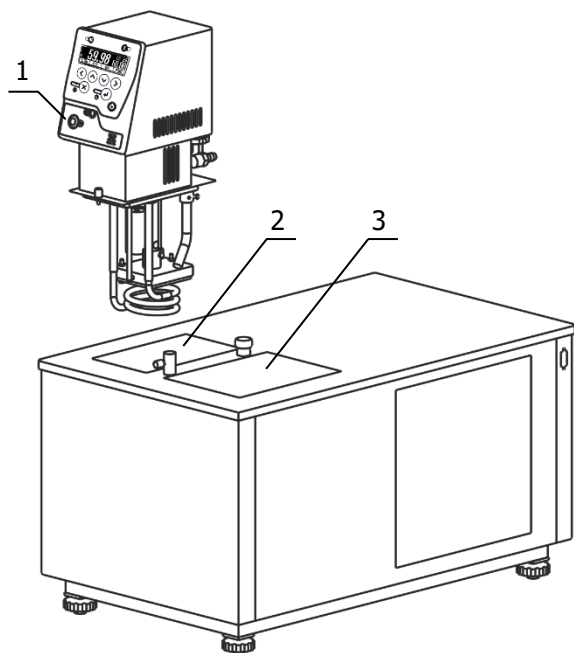

Рисунок 2 — Установка блока регулирования
2.2.3 Погрузить блок регулирования температуры 1 в отверстие 2 (рисунок 2) и закрепить его винтовыми фиксаторами на крышке термостата.
2.2.5 Заполнить ванну термостата теплоносителем через отверстие над рабочей зоной 3 (рисунок 2) до момента начала слива теплоносителя из переливного штуцера 9. Температурный диапазон применения теплоносителя должен соответствовать значениям, указанным в 1.2.6.